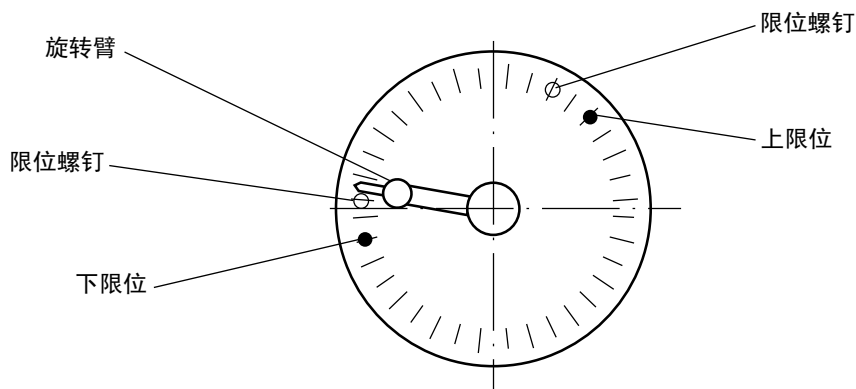
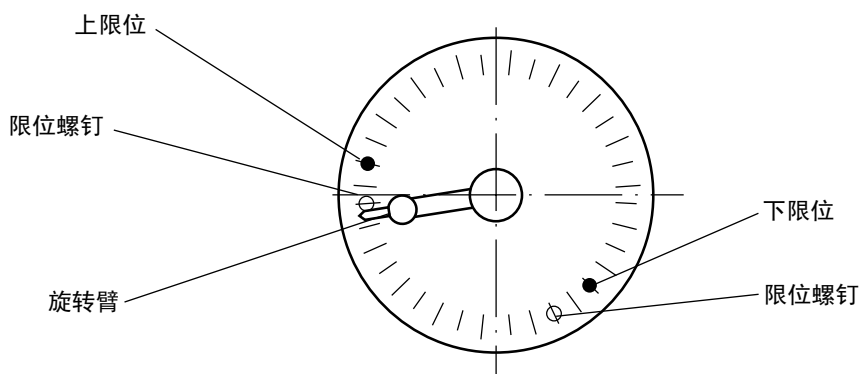

图 11:
图 12:
3. 用于摇柄操作电动机构，并检查低限位（图 11）和高限位（图 12）的机械限位功能；然后用电动操作检查二个端点位置电气限位开关的功能。